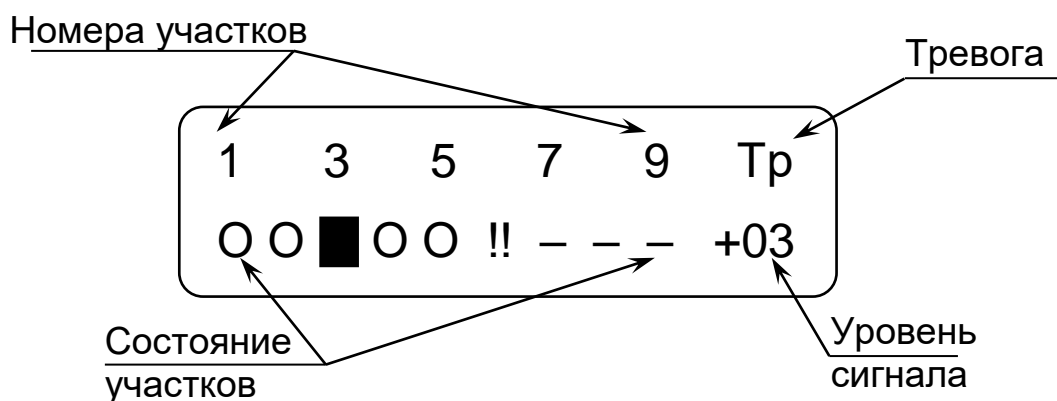

Рисунок 15 – Окно контроля всех элементов ЗО
*Индикация помехи:* (значок «!!» на месте значка «Тр», см. рисунок 15) дублирует световую индикацию в КР извещателя.